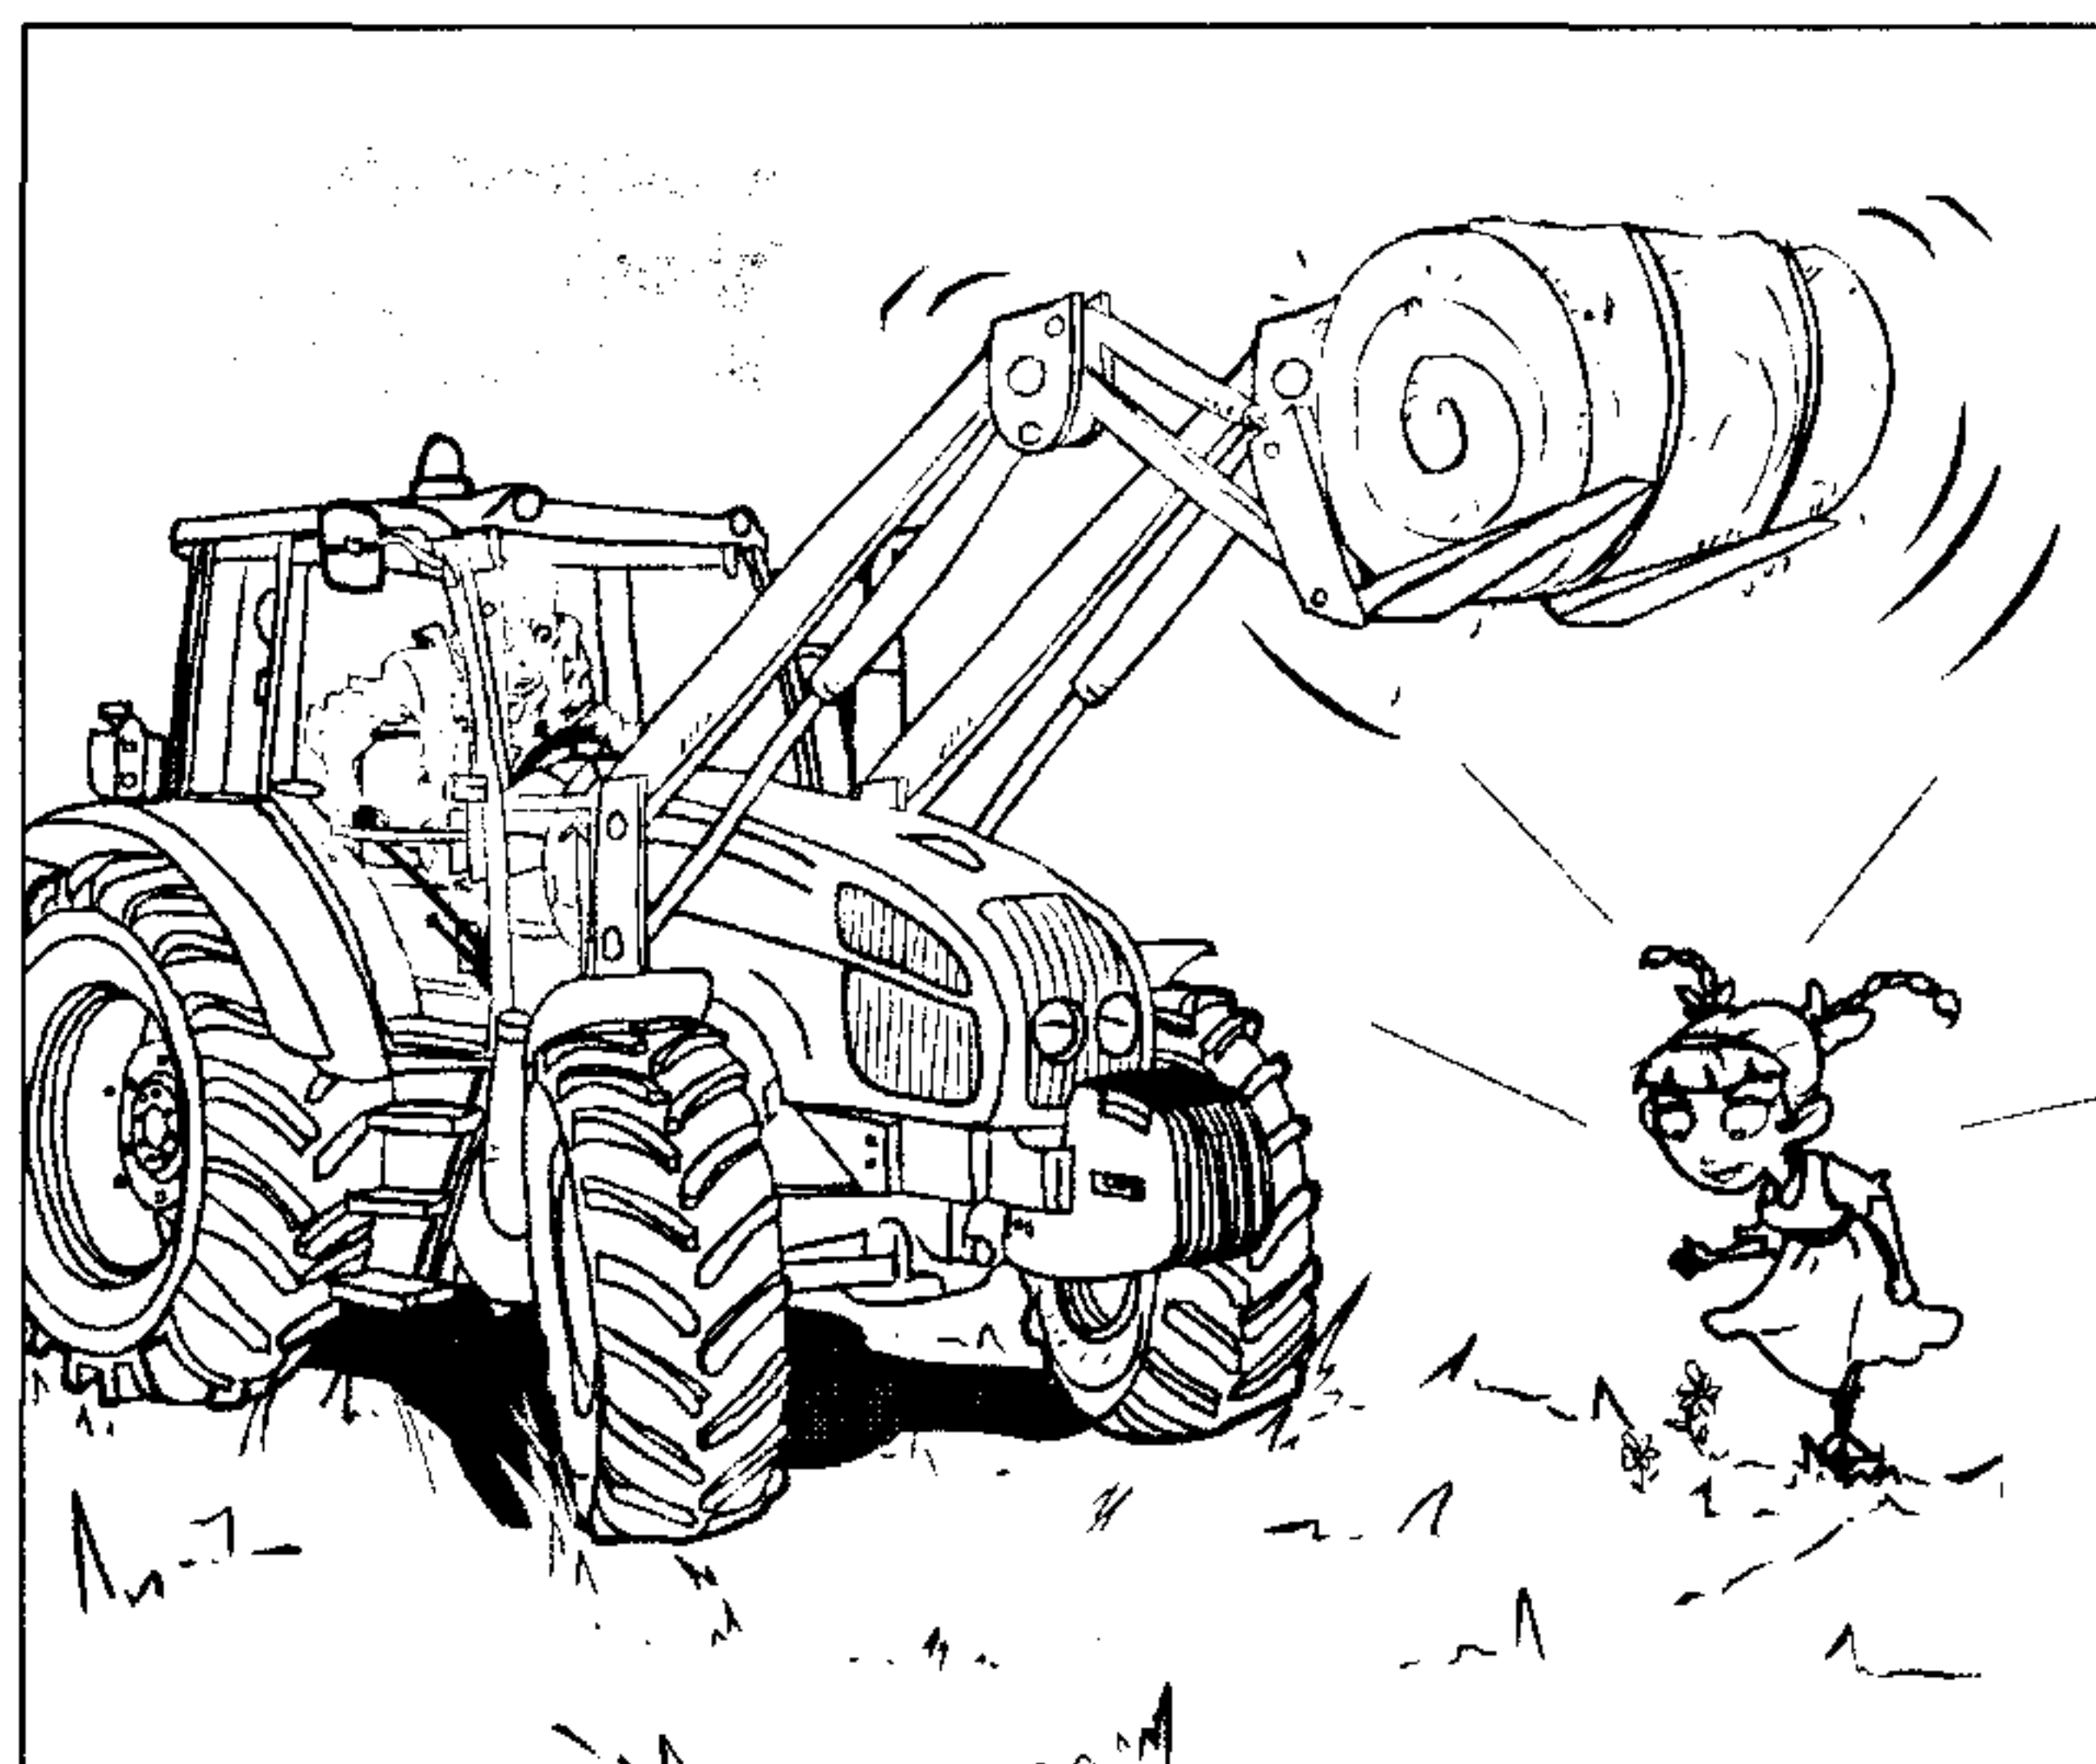

Fig.2-17
¡ **ATENCIÓN:** NO eleve nunca una carga por encima de una persona (Fig. 2-17).
- Mantenga otras personas lejos de la zona de maniobra. No permita que nadie permanezca ni pase bajo un apero alzado (Fig. 2-17).